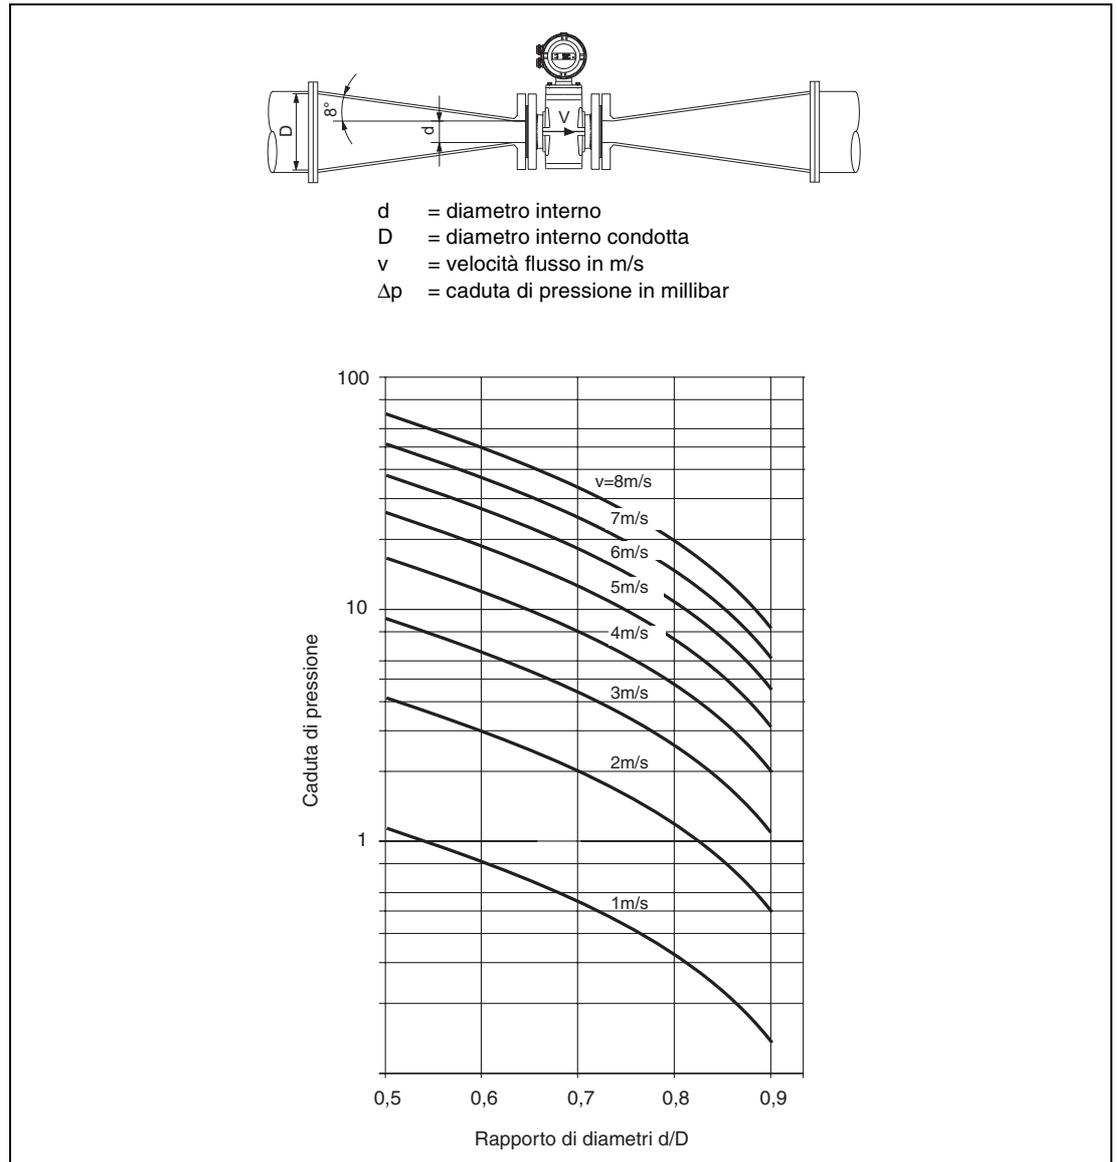

Fig. 11: Normografo per la determinazione della caduta di pressione dovuta a riduttori flangiati con $\alpha/2 = 8^\circ$
Il misuratore può essere installato in condotti di dimensioni maggiori utilizzando sezioni di transizione flangiate (ad esempio riduttori flangiati conformi a DIN 28545). La caduta di pressione causata dalla riduzione può essere determinata dal diagramma di fig. 11 attraverso la seguente procedura:
3. La caduta di pressione può essere letta sull'asse Y del grafico di fig. 11 in corrispondenza dell'intersezione tra la velocità del flusso e il rapporto dei diametri d/D sull'asse X.